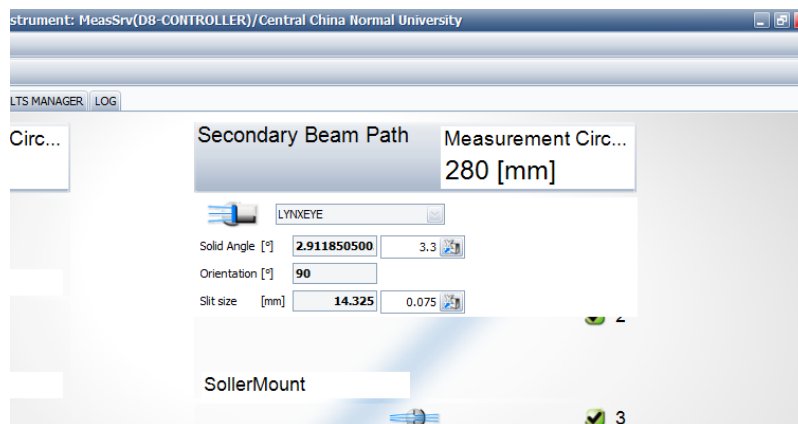

图 7-3
7.3 旋开探测器下端两个黑色旋钮，握住探测器向外滑动到合适位置，再紧上旋钮，将探测器固定。在探测器背面有一个螺丝，拧开螺丝，注意此时另一只手一定要握好探测器，避免探测器跌落。取下探测器。转  $90^\circ$  后，按照卡槽装好探测器，拧好背面的螺丝，一定要确定探测器安装稳定。松开探测器下面的两个黑色螺丝，将探测器向里滑动安装到位。在达芬奇面板中可以看到如果安装正常，探测器应该注明为  $90^\circ$ （图 7-3）。